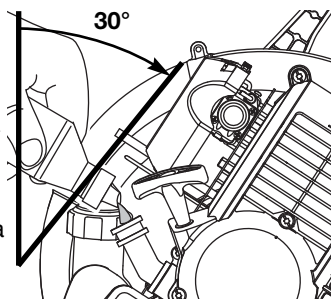

Fig. 12
- Incline el unidad 30° (Fig. 12).
- Vierta todo el contenido de la botella de aceite en el cigüeñal (Fig. 12).